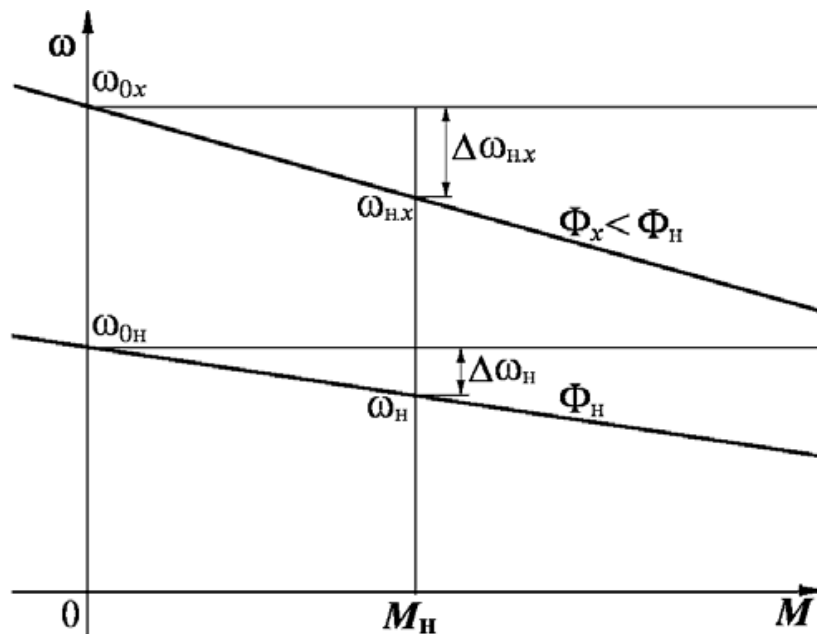

Рис.5. Естественная и искусственная характеристика при ослабленном потоке
**Задача 13.** Определить параметры двигателя постоянного тока по паспортным данным двигателя. Данные двигателя: мощность  $P_{\text{н}} = 40$  кВт, скорость  $\omega_{\text{н}} = 100$  рад/с, момент  $M_{\text{н}} = 400$  Нм; напряжение  $U_{\text{н}} = 220$  В; ток  $I_{\text{н}} = 200$  А. Возбуждение двигателя независимое (параллельное). Естественная характеристика и искусственная характеристика при ослабленном потоке  $\Phi < \Phi_{\text{н}}$  двигателя показана на рис.5.
3. Определить относительное падение скорости двигателя при номинальной нагрузке  $\Delta v_n = \Delta\omega_n / \omega_n$  (см. рис.5).